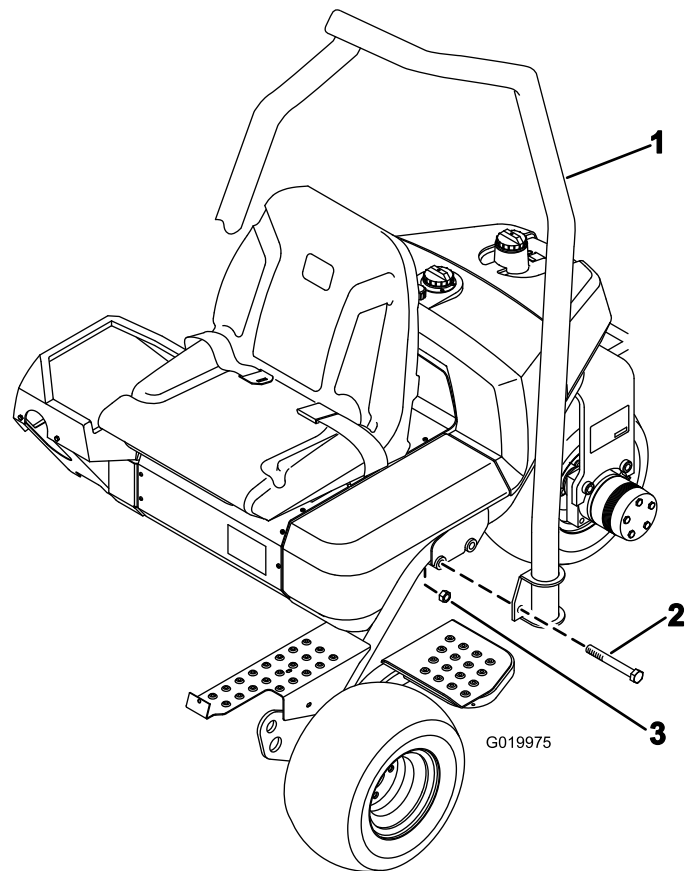

Figura 7
1. Coloque el ROPS de manera que la parte superior del tubo está curvada hacia la parte delantera de la máquina (Figura 7).
2. Baje la estructura anti-vuelco sobre el bastidor, alineándolo con los taladros de montaje (Figura 7).
- Sujete cada lado del ROPS al bastidor con 2 pernos (5/8 x 4-1/2 pulgadas) y contratueras, según se muestra en Figura 7. Apriete a 183–223 Nm.